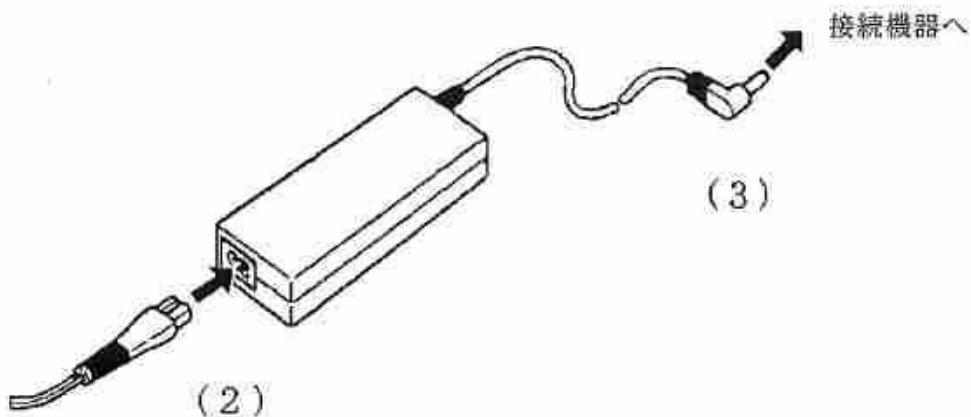

図4-5 ACアダプタ
(2) ACアダプタの接続(図4-5を参照してください)
(図4-5の2)
3. ACアダプタのDCジャックを接続機器(ハンディサーチ／プリンタ)に接続してください。(図4-5の3)